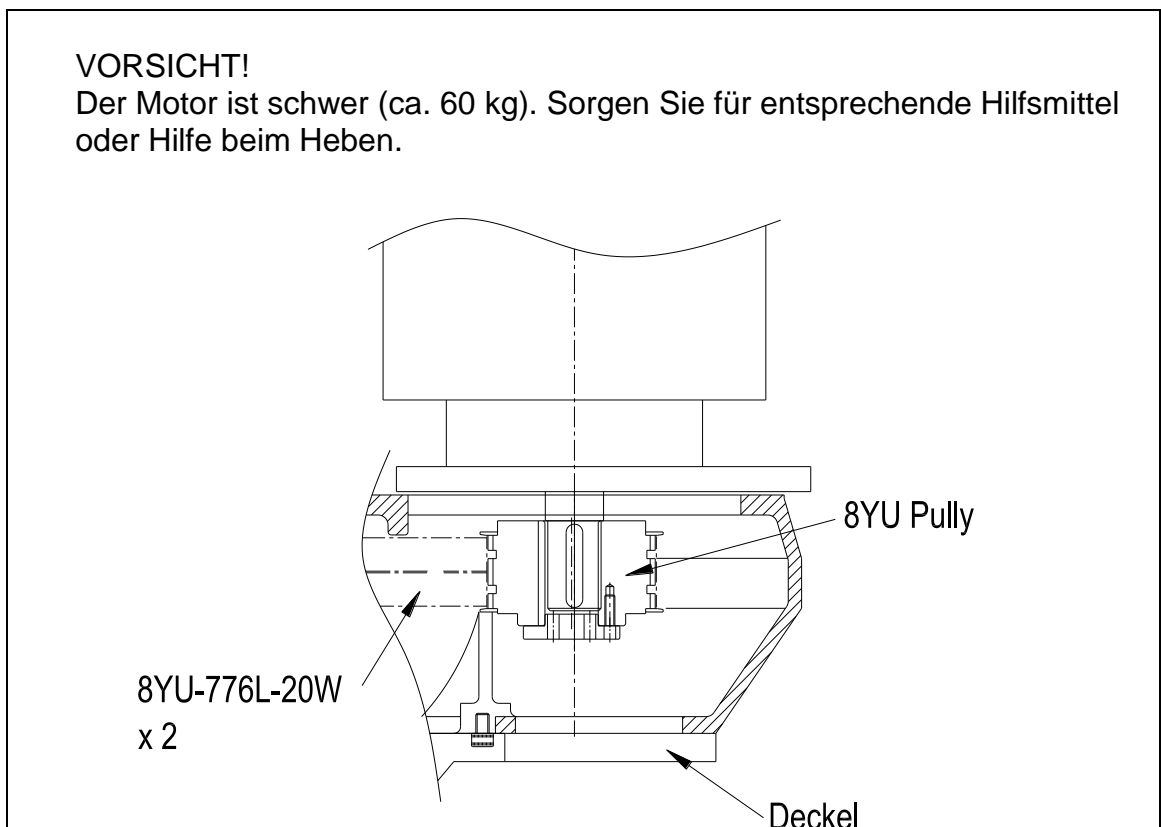

Abb. 6.7
6.9 Ausbau und Austausch Spindelmotor (Abb. 6.7)
Entfernen Sie den Motor (siehe Kap. 6.9) und den Antriebsriemen (siehe Abb. 6.7/8)